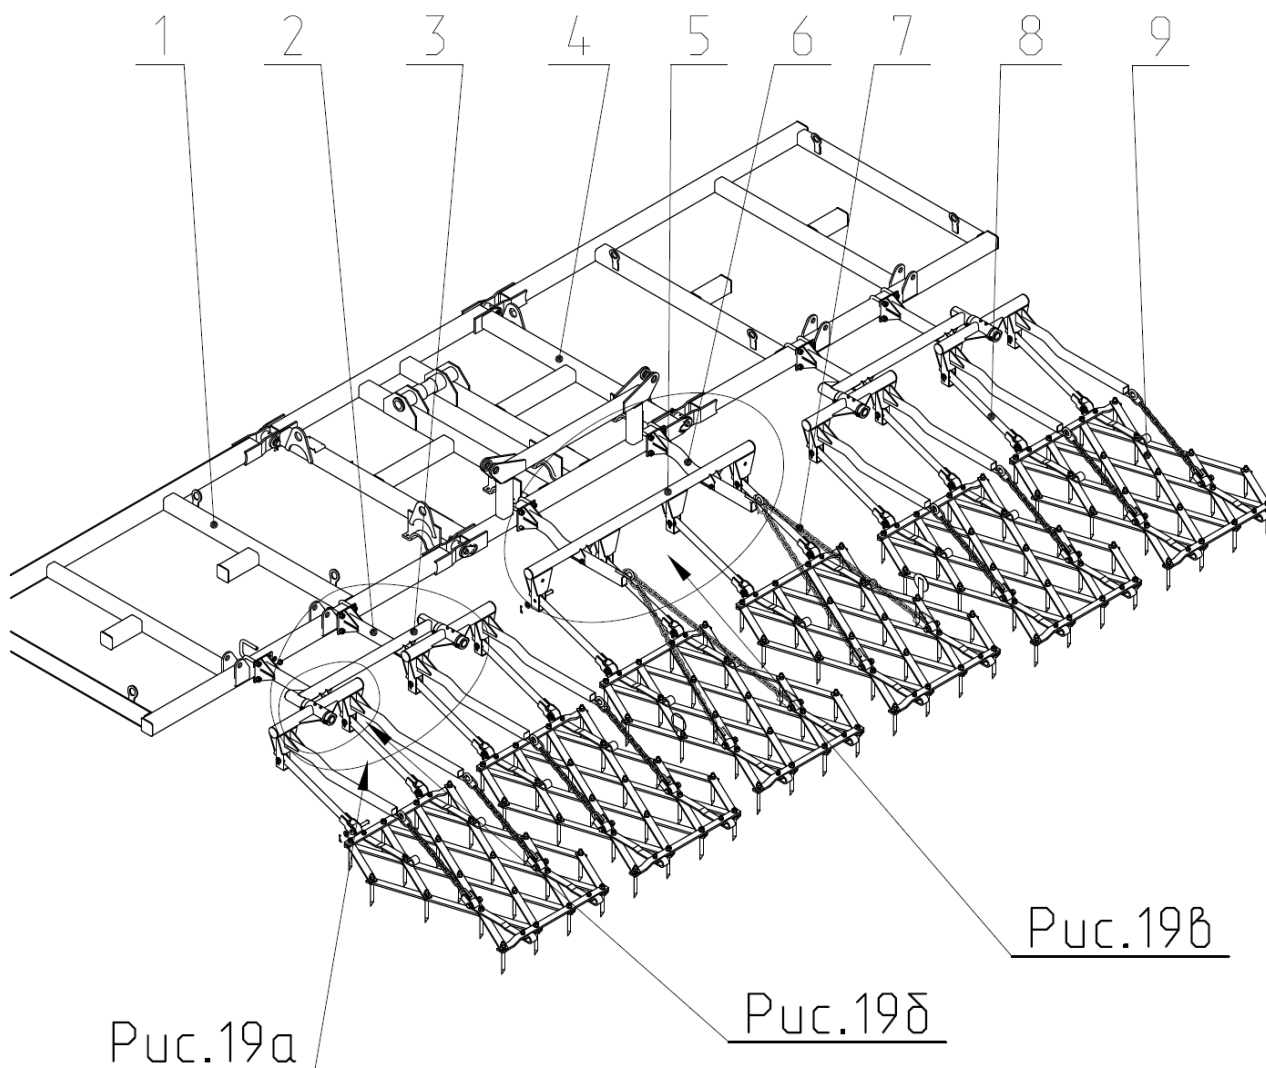

Рис.19 КСП 05.000В Приспособление для навески борон.
2.16 Приспособление для навески зубовых борон (рис.19) состоит из штанг 2,6 закрепленных на раме культиватора скобами 1 (рис.19а), понизителей 5 и поводков 8, предназначенных для крепления борон.
Рис. 19а Установка на крыльях.
Рис. 19б Держатель
Рис.19в Навеска зубовых борон.